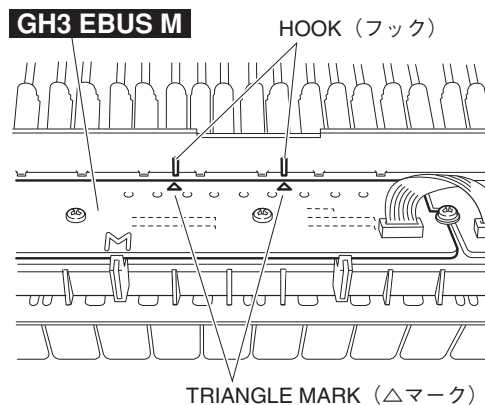

Fig. 28 (図 28)
* **When installing the circuit boards, set it under hooks to align the triangle marks of the circuit board and projection parts of the frame as shown in figure 28.**
※ GH3 EBUS M シートを取り付ける際は、フレーム裏側にあるフック位置と基板の△マークが一致していることを確認してください。（図 28）